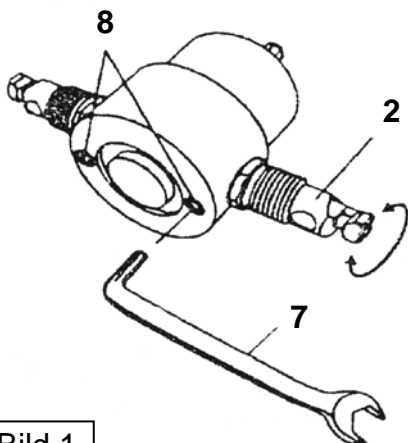

Bild 1
2. Die Schneidwellenhalter (2) lassen sich jeweils nach Bedarf um 360° drehen. Lösen Sie entsprechende Befestigungsschraube (8) mit Hilfe des Inbusschlüssels (7). Drehen Sie den Schneidwellenhalter in die gewünschte Position und ziehen Sie die Befestigungsschraube wieder fest an (Bild 1). Kontrollieren Sie vor jedem Gebrauch den festen Sitz der Befestigungsschrauben und der Schneidwellenhalter.